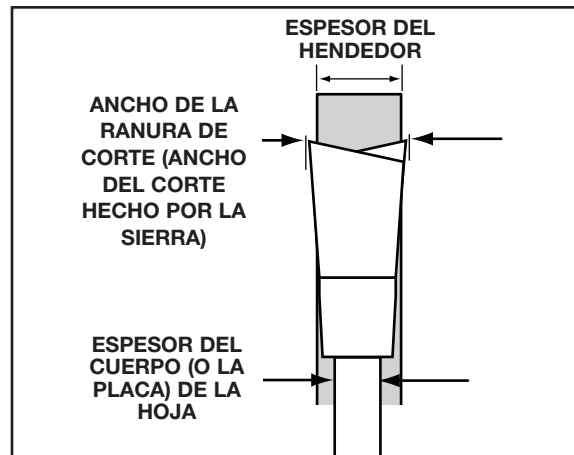

FIG. 39
Si utiliza otra hoja, controle el espesor del cuerpo o la placa de la hoja y la ranura de corte o el corte en sí, el ancho marcado en la hoja o en el paquete de la hoja. El espesor del hendedor debe ser mayor que el del cuerpo y menor que el de la ranura de corte, como se muestra en la Fig. 39. Si no tiene ese espesor, DEBE reemplazar el hendedor por uno que tenga el espesor correcto.
3. Seleccione el hendedor como se muestra en la Fig. 39.